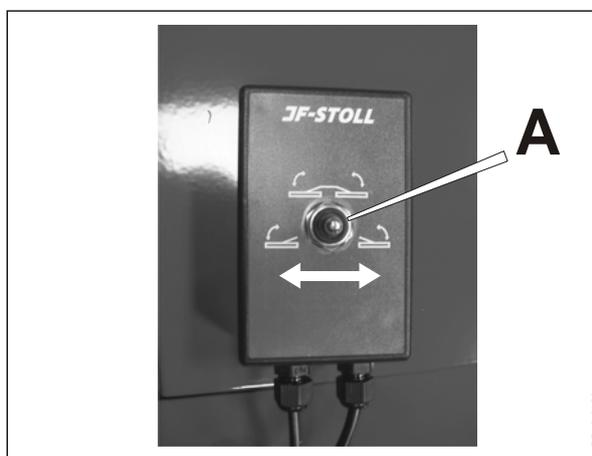

Abb. 3-14
**Abb. 3-14** Die Elektro-Steuerung besteht aus einem Steuerpult, das 2 On/Off-Ventile an der Maschine steuert. Wenn der Schalter **A** in Mittelposition ist, werden beide Schneidwerke gleichzeitig angehoben/abgesenkt. Wenn der Schalter **A** links eingestellt ist, wird das linke Schneidwerk angehoben/abgesenkt. Und umgekehrt wenn der Schalter rechts eingestellt ist.